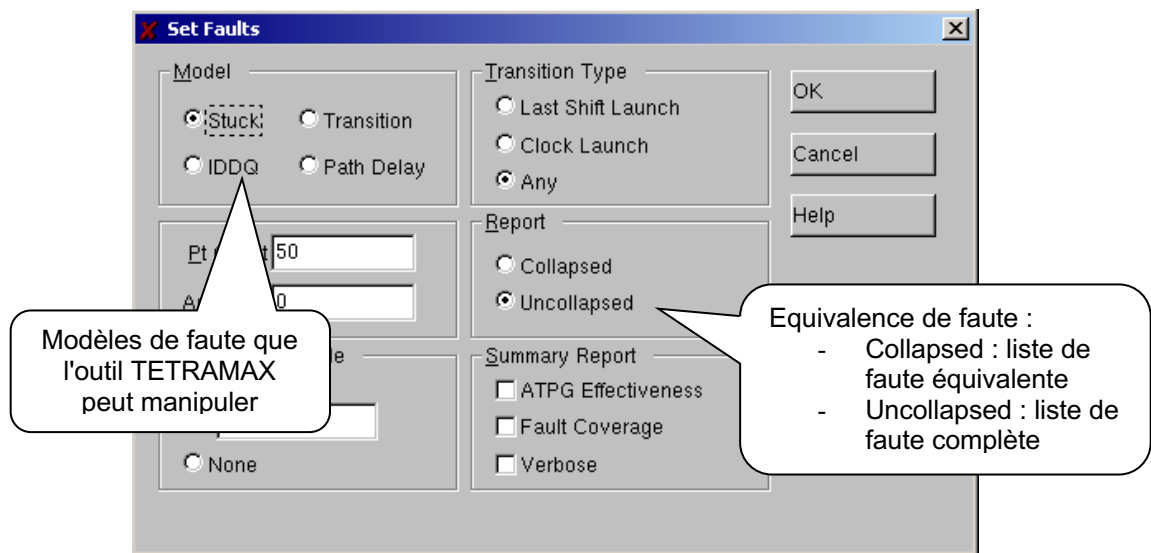

Figure 3 : Options de la liste de fautes
- Modèle de faute : Dans l'onglet **Faults** sélectionner **Set Fault Options**, cette fenêtre (voir Figure 3) permet de sélectionner le modèle de faute. Sélectionner le modèle **Stuck** ainsi que l'option **Uncollapsed** dans **Report**.